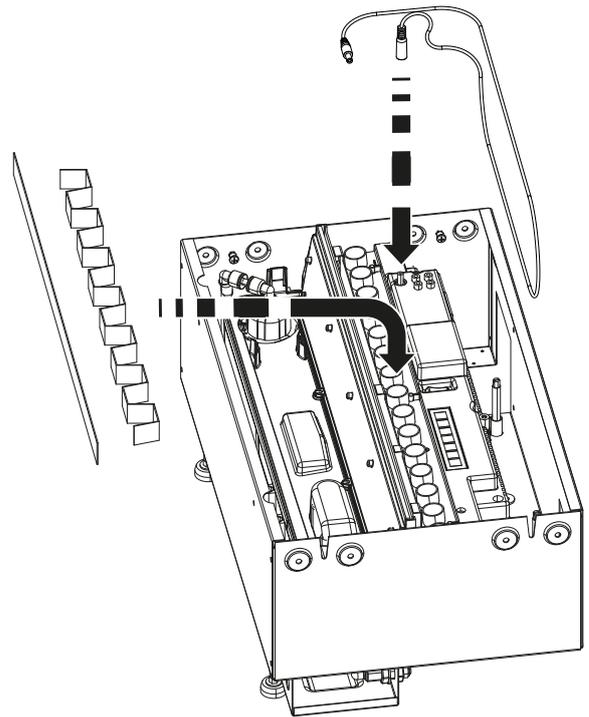

Fig. A3
1. Dem Paket liegen zwei Kunststoffstreifen bei, die als Blendschutz dienen. Je nach Positionierung der Feuerstelle kann dieser Blendschutz eingelegt werden, um die direkte Sicht auf die LEDs zu reduzieren. Falten Sie dafür den vorgefalteten Kunststoffstreifen noch einmal kräftig nach, damit die Biegungen in etwa rechtwinklig sind. Setzen Sie ihn anschliessend stehend mittig zwischen die LEDs (Fig. A3). Den ungefalteten Streifen platzieren Sie nun ebenfalls stehend zwischen dem gefalteten Streifen und dem aufstehenden Blech.
2. Verbinden Sie das beiliegende DC-Kabel von oben mit dem Gerät (Fig. A3). Die Kabelschleife versorgen Sie in den hinteren, offenen Bereich des Geräts, den freien Stecker legen Sie lose oben auf die äussersten LEDs.